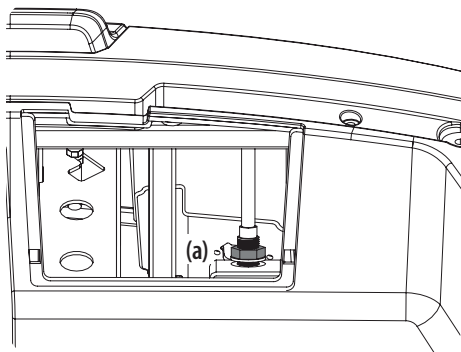

Figure 5-19
2. Trouvez les écrous de réglage (a) du levier de vitesse. Voir Figure 5-19.
3. Tournez les écrous (a) vers le haut ou vers le bas jusqu'à ce que le levier de vitesse fonctionne correctement. Voir Figure 5-19.